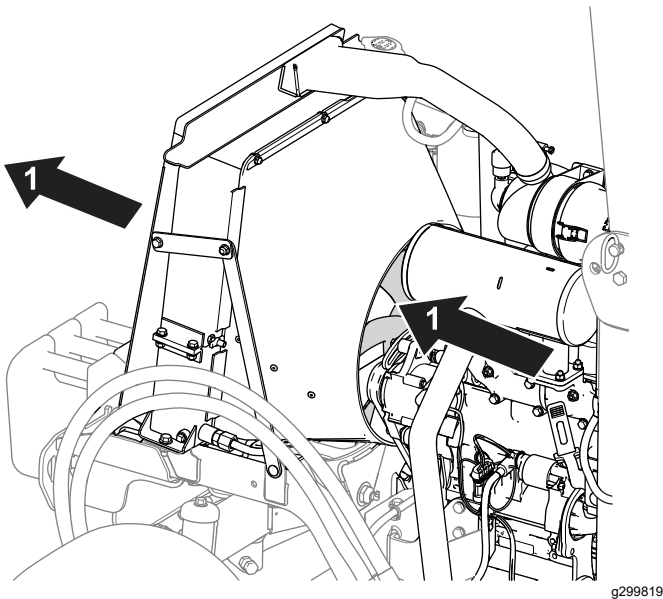

Figure 70
- Nettoyez les ailettes du radiateur à l'air comprimé. Dirigez l'air de l'intérieur vers l'extérieur de la machine (Figure 70).